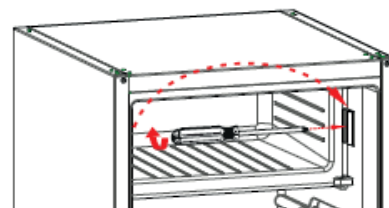

Fig. 8
- ▶ Løsn skruen til frostboksens dørlås og fjern låsen. (fig. 8)